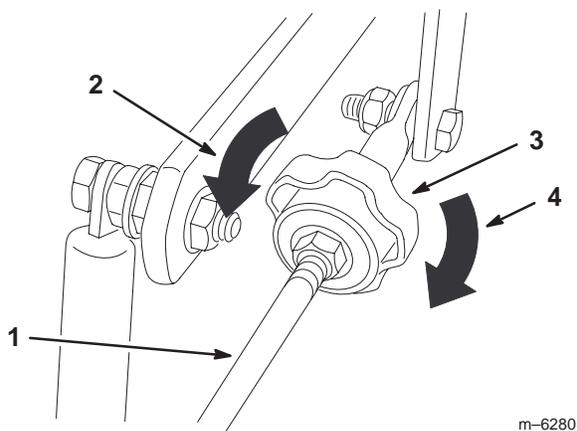

Figure 53
4. Pour que la machine tire à droite, tournez le bouton vers la droite de la machine (voir la figure 53).
5. Pour que la machine tire à gauche, tournez le bouton vers la gauche de la machine (voir la figure 53).